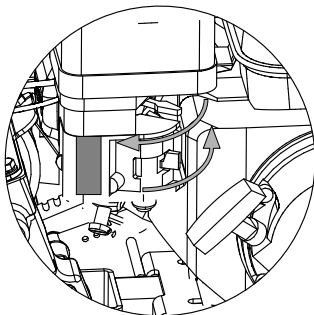

рис. 15
1. Откройте топливный кран, переведите рычаг в положение «ОТКРЫТО». Рычаг воздушной заслонки карбюратора переведите в положение «ЗАКРЫТО» (рис. 15).